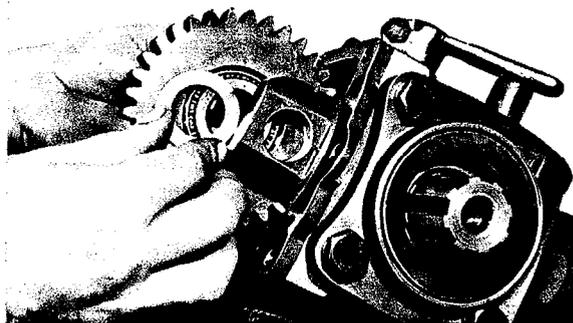

Fig. 65
2.7 Avec l'outil „13", introduire à force le roulement à billes (3) et l'arbre de sortie dans le boîtier jusqu'à ce que l'épaulement de cet arbre vienne en appui contre le roulement à billes (22). Badigeonner le couvercle de fermeture (1), sur le diamètre extérieur, à l'aide de pâte d'étanchéité ou de mastic d'étanchéité et, ensuite, l'enfoncer dans l'alésage.
Introduire la bague intérieure du roulement à rouleaux (34) dans l'engrenage double (35). Introduire l'engrenage double dans le boîtier en le faisant glisser et en mettant une rondelle appropriée (36) (fig. 65). La rondelle (36) doit être choisie de telle façon que l'engrenage double n'ait pas de jeu, mais sans toutefois se coincer. Cette rondelle est disponible dans les épaisseurs suivantes: 2,1; 2,3; 2,5 et 2,7 mm. Enfoncer l'axe (37) avec le trou orienté vers la bride de sortie.